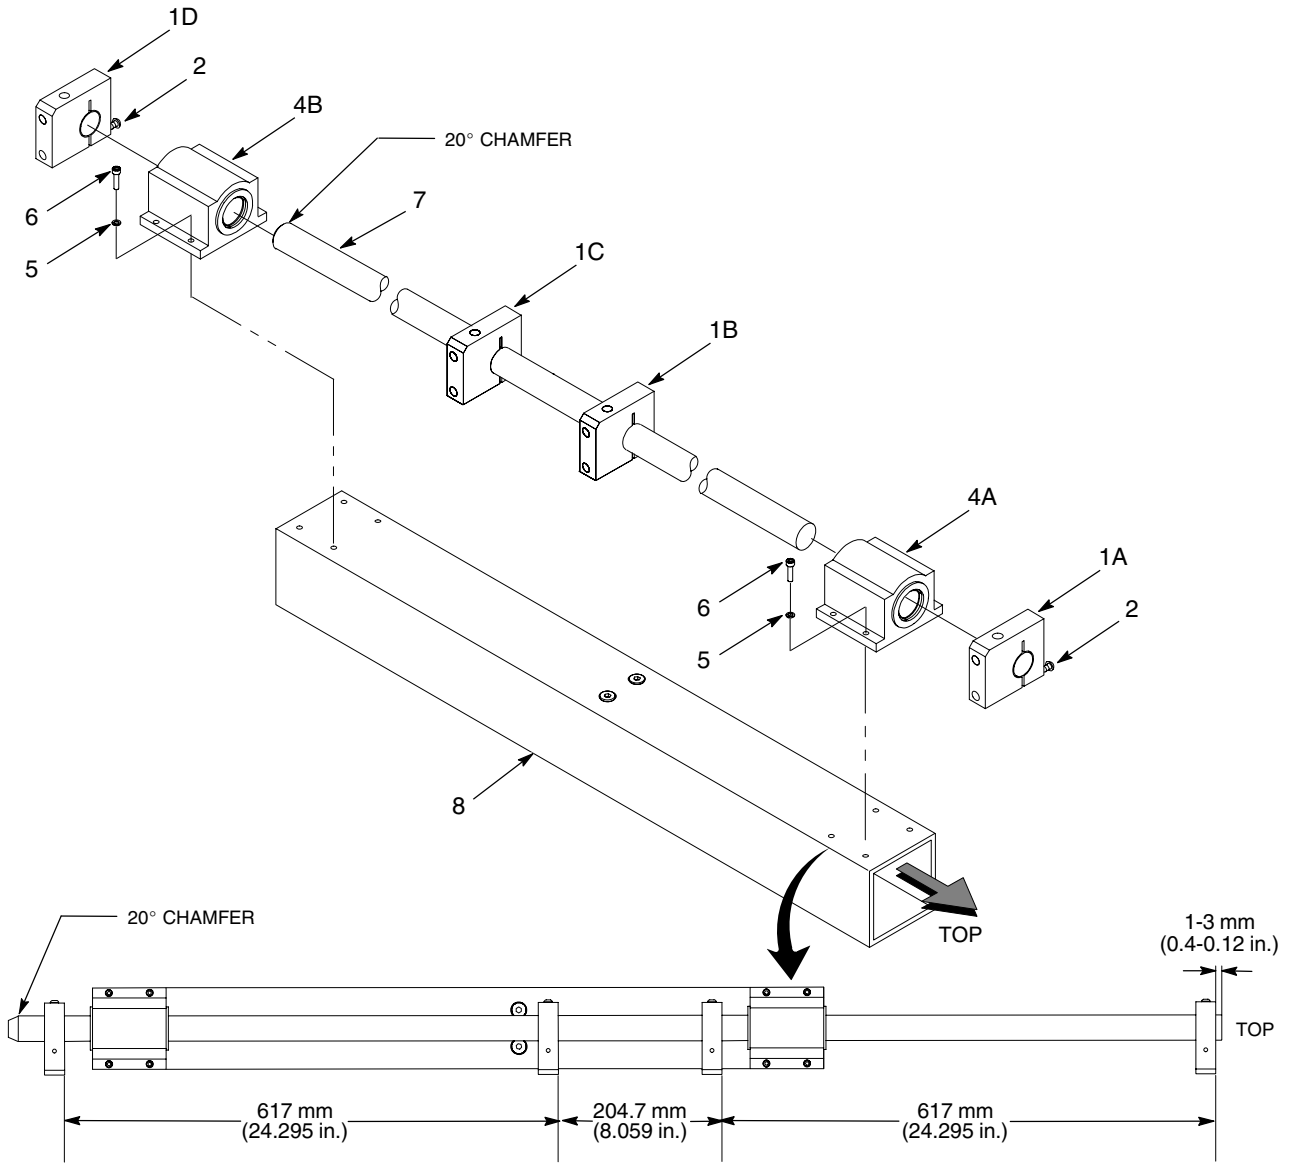

Рис. 17 Замена подшипников
1. См. рис. 17. Ослабить винты (2) крепления двух торцевых опор вала (1А, 1D). Снять две торцевые опоры вала.
2. Вывернуть винты (6) и снять стопорные шайбы (5) крепления подшипников (4А, 4В) на монтажной трубке подшипников (8). Снять подшипники с вала (7).
3. Снять последние две опоры (1В, 1С) с вала (7).